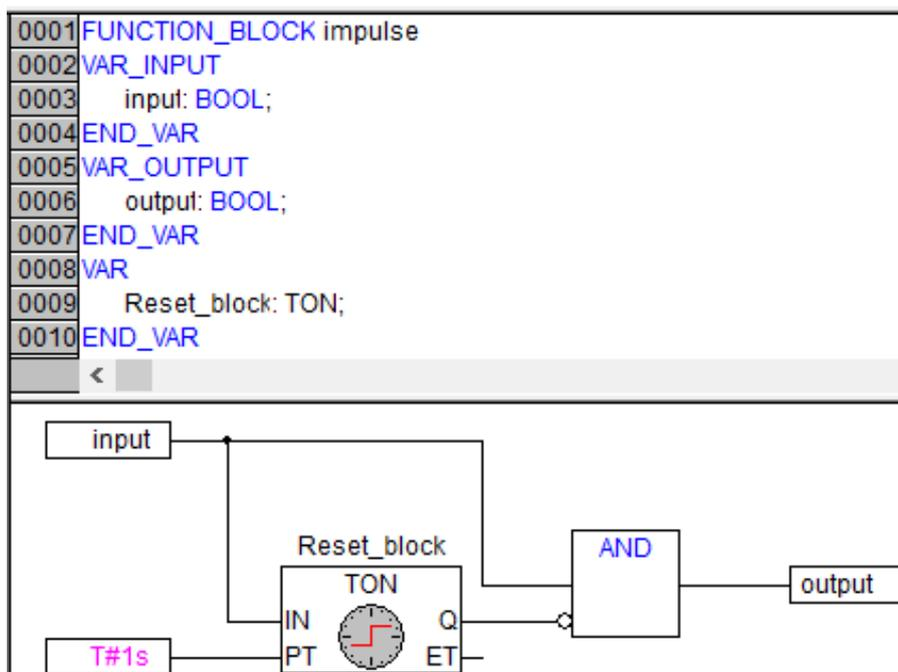

Рис. 32. Блок создания импульса на языке CFC
11. *Создайте функциональный блок формирования импульса.* В первой системной вкладке, где список ROU, щёлкните правой клавишей мыши и в появившемся контекстном меню выберите команду «Добавить объект» (Add Object). В автоматически открывшемся диалоговом окне выберите тип объекта «Функциональный блок» (Function Block), задайте ему имя impulse и язык SFC. Программный код блока показан на рис. 32. Задача программного кода – сформировать кратковременный